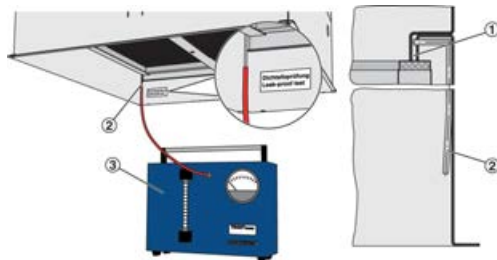

Fig. 10 : Test de contrôle de l'intégrité de l'étanchéité
1. ▶ Raccorder le dispositif de contrôle de l'intégrité de l'étanchéité (Fig. 10 /3) au raccord du filtre (Fig. 10 /2).
2. ▶ Appliquer au moins 2 000 Pa à la rainure de contrôle (Fig. 10 /1).